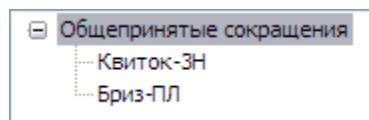

Рис. 3.51
7. Добавьте к словарю второй раздел – «Бриз-ПЛ». Структура словаря показана на рис. 3.51.